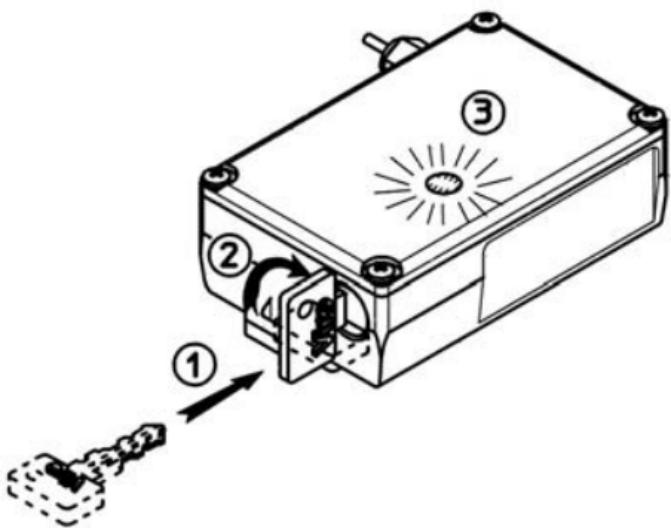

Fig. 9
- a) Inserire la chiave nel cilindro di Fig. 9 a pag. 12.